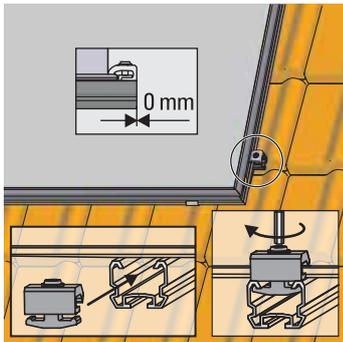

Figure 3-20 Vérifiez la bonne position de montage, enfoncez et vissez la mise à terre unique dans le profilé inférieur
4. Alignez le capteur plat en le déplaçant latéralement contre les deux extrémités des deux profilés extérieurs de montage de façon à ce que l'écartement entre le profilé du capteur et le bord extérieur des rails de montage soit d'env. 25 mm (Figure 3-20).
Enfoncez latéralement la mise à terre unique dans le rail de profilé de montage (terminaison plane) et serrez avec la clé mâle coudée (Figure 3-20).